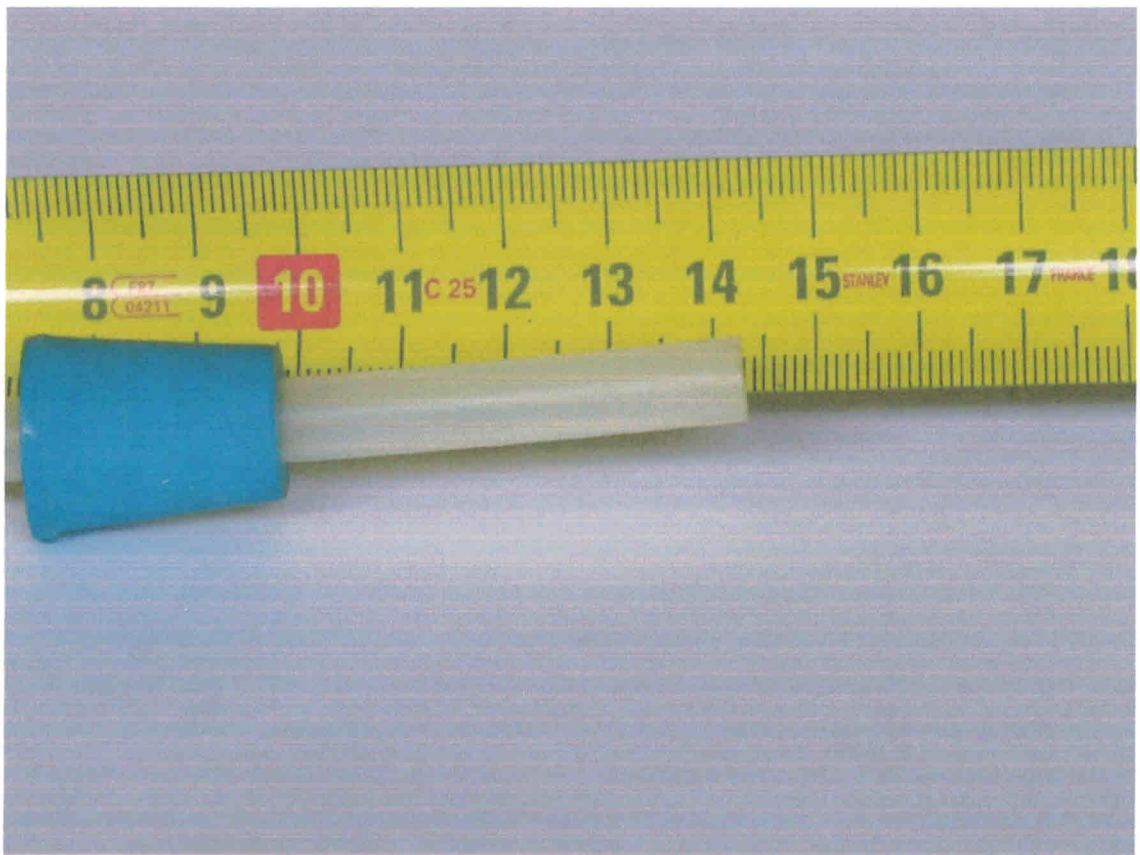
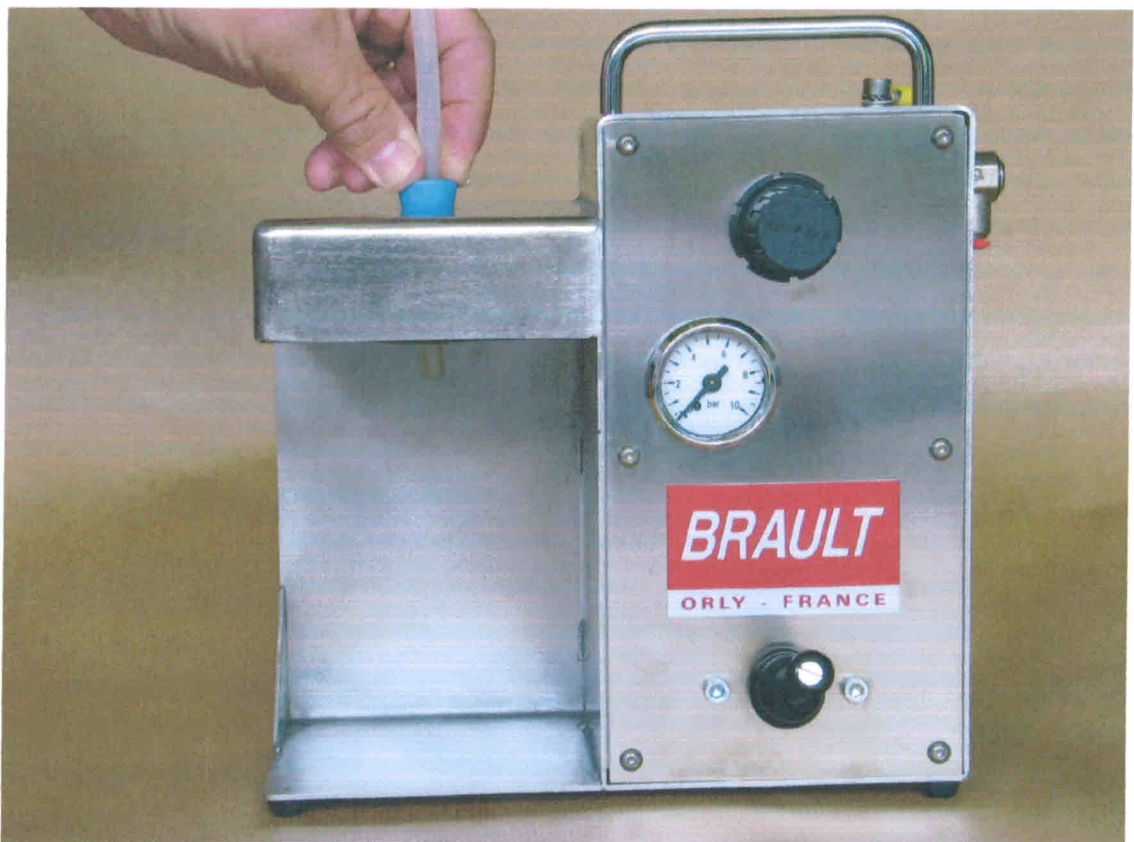

Fig.2
Fig.3
- 3 - Employer un tube souple Téflon diamètre extérieur 8 mm, passer à travers le bouchon percé et laisser dépasser le tube de 45 mm. (Fig. 2) couper la longueur nécessaire pour aller plonger dans le liquide à prélever. Enfoncer le bouchon dans l'orifice situé sur le dessus de l'ECH. (Fig. 3)